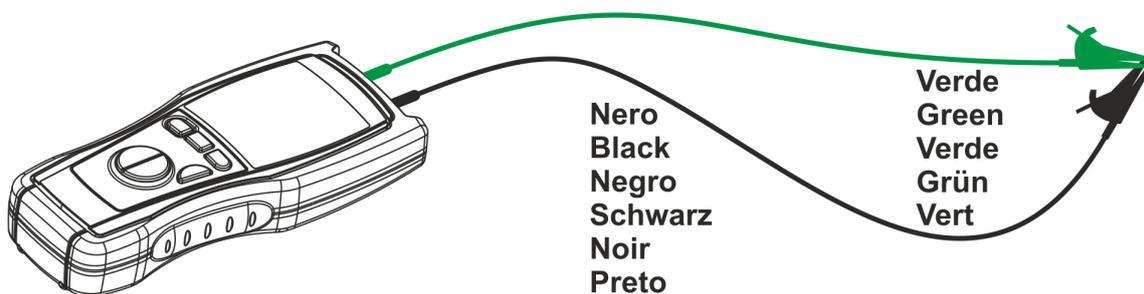

Fig. 10 : Connexion des bornes pendant la procédure de calibration
3. Court-circuiter entre elles les extrémités des câbles de mesure (voir Fig. 10) en veillant à ce que les parties métalliques des embouts ou des crocodiles soient bien en contact entre elles.